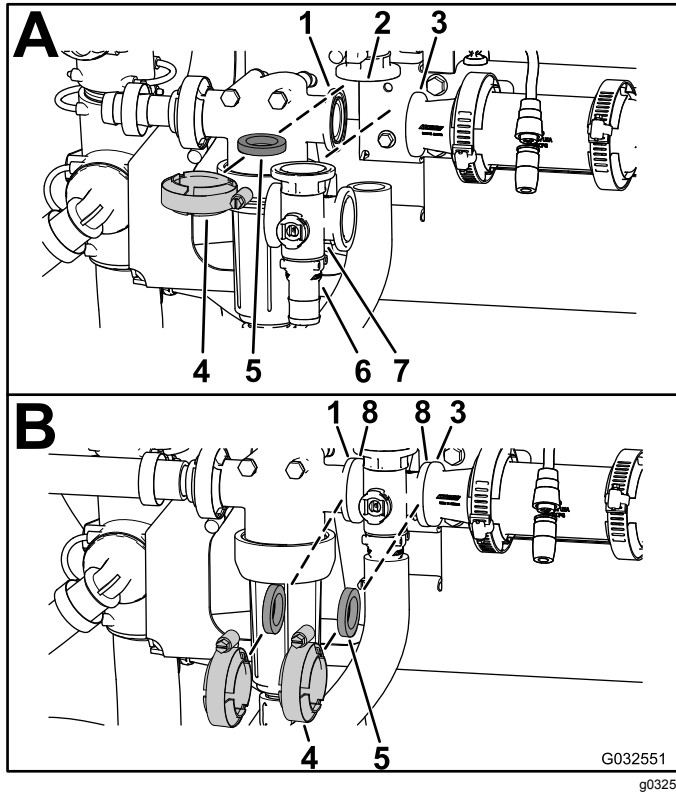

Figure 106
1. Alignez la bride de la vanne de dérivation d'agitation, un joint et la bride du raccord d'embout du collecteur de vanne d'agitation (A de la Figure 106).
2. Montez la vanne de dérivation d'agitation, le joint et le collecteur de vanne d'agitation avec un collier serré à la main (A de la Figure 106).
3. Fixez le raccord rapide au raccord de dérivation en insérant un étrier de fixation dans la douille du raccord de dérivation (A de la Figure 106).
4. Placez un joint entre les brides de la tête de filtre sous pression et du collecteur de vanne d'agitation (B de la Figure 106).
5. Montez la tête de filtre sous pression, le joint et le collecteur de vanne d'agitation avec un collier serré à la main (B de la Figure 106).
6. Placez un joint entre les brides du collecteur de vanne d'agitation et de l'accouplement réducteur (B de la Figure 106).
7. Montez le collecteur de vanne d'agitation, le joint et l'accouplement réducteur avec un collier serré à la main (B de la Figure 106).